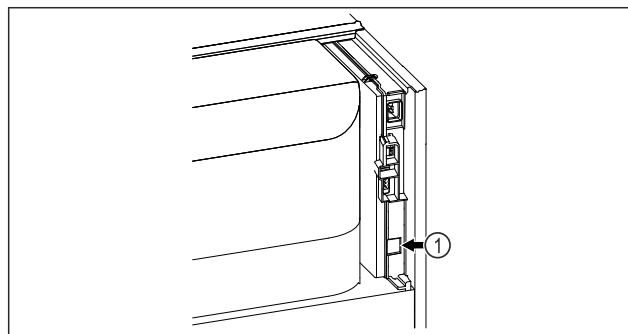

Fig. 99
- ☐ SmartModule Fig. 99 (1) is geplaatst.